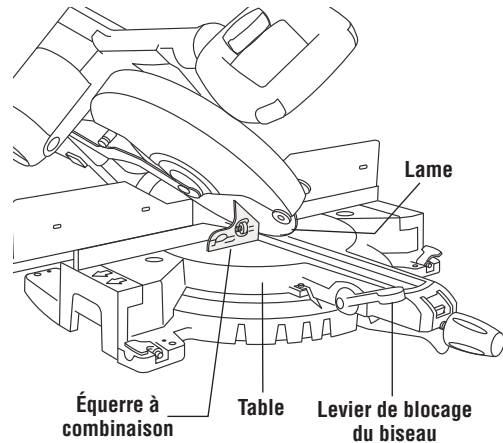

Figure 8a. Contrôle de la butée d'inclinaison à 45° à gauche
7. À l'aide de la tête d'une équerre combinée (branche graduée enlevée), contrôlez la position de la lame en butée à 45°. Mettez la tête de l'équerre combinée sur la table et appuyez sa surface à 45° contre la lame. Si la lame ne touche pas l'équerre sur toute sa longueur, (Figure 8a), suivez la méthode d'inclinaison.
4. Enlevez la branche graduée de l'équerre combinée et placez cette dernière de manière à appuyer sa surface à 45° contre la lame. (Figure 8a)